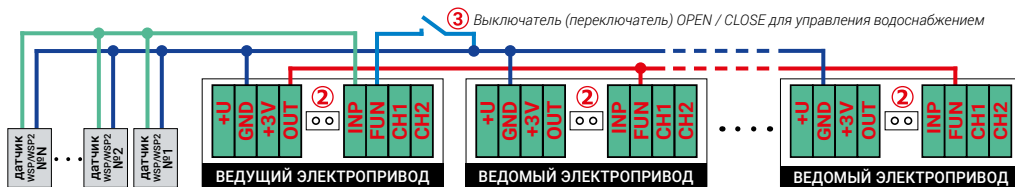

Рис. 1. Объединение в систему нескольких шаровых электроприводов из серий GIDROLOCK WINNER
В определенных случаях может возникнуть необходимость подключить к шаровому электроприводе GIDROLOCK WINNER другие электроприводы серии GIDROLOCK WINNER. Например, если в системе водоснабжения предусмотрено перекрывать холодную и горячую воду, то для решения такой задачи потребуется два и более устройства: один ведущий шаровой электропривод GIDROLOCK WINNER и несколько шаровых электроприводов GIDROLOCK WINNER в качестве ведомых (рис.1).
**ВНИМАНИЕ!** При подключении электроприводов серии GIDROLOCK WINNER по схеме **ведущий – ведомые убедитесь в отсутствии установленных джамперов (2)** во всех соединяемых электроприводах серии GIDROLOCK WINNER (рис. 1 и фото 6).
При объединении в систему нескольких электроприводов серии GIDROLOCK WINNER выключатель (переключатель) с фиксацией положения (фото 22-24) для дистанционного управления водоснабжением **подключается к клемме FUN только ведущего шарового электропривода** (3, рис. 1).